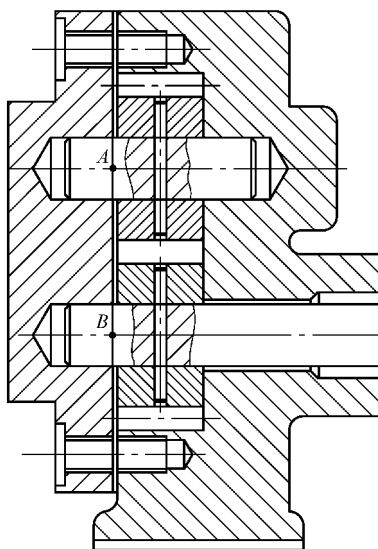

图 12-19 插入泵盖
- 15) 插入块“bg”至泵体主视图中, 插入点为A点。如图12-19所示。